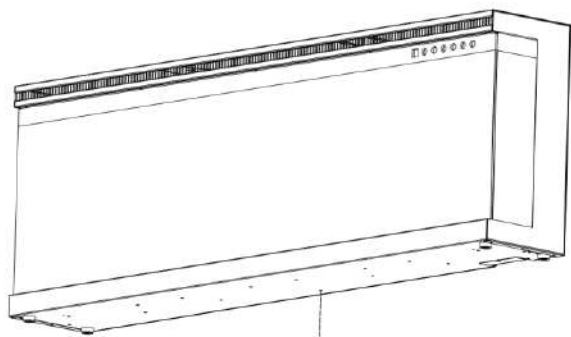

Fig 1-1
**A.** Togliere la vite d'argento nella parte inferiore dell'apparecchio. (Fig 1-1).